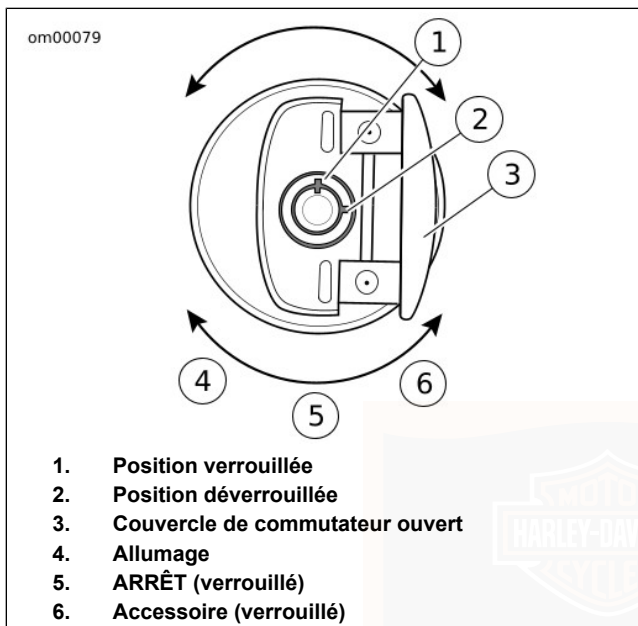

Figure 4. Interrupteur à clé d'allumage/phare : Modèles Softail (sauf FXCWC)
Voir Figure 4. L'interrupteur à clé se situe sur le tableau de bord sur le haut du réservoir de carburant. Tourner l'interrupteur à la position souhaitée. Voir Tableau 20 pour les fonctions de l'interrupteur à clé.
2. Voir Figure 4. Mettre l'interrupteur à clé/phare en position allumage (IGNITION) et appuyer sur le commutateur du DÉMARREUR pour mettre en route le moteur du démarreur.
2. Voir Figure 4. Tourner la clé de contact vers la position arrêt (OFF) pour couper le contact.